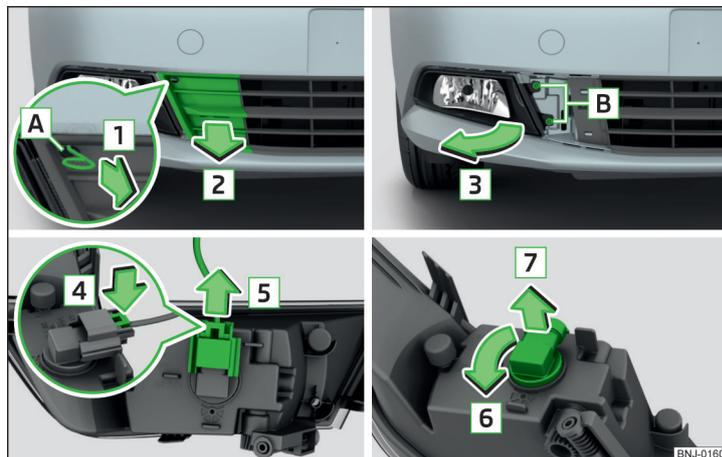

Fig. 213 Desmontar el faro antiniebla / Cambiar la bombilla para los faros antiniebla
- Libere la rejilla protectora tirando en el gancho en el sentido de la flecha **1** » fig. 213.
- Presione el enclavamiento en el conector en el sentido de la flecha **4** » fig. 213.
- Monte el faro antiniebla en sentido contrario al de la flecha [3] » fig. 213 y en-rósquelo.